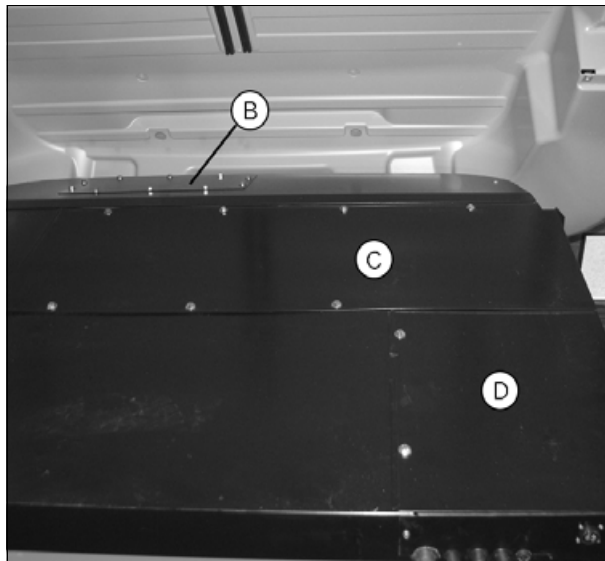

Рис. 3.
- Отклоните внешнюю часть крыши и снимите смотровой люк (В) (рис. 3).
- Снимите стопор (F) и извлеките соединительную тягу (G).
- Отклоните внешнюю часть крыши и снимите смотровой люк (С) (рис. 3).